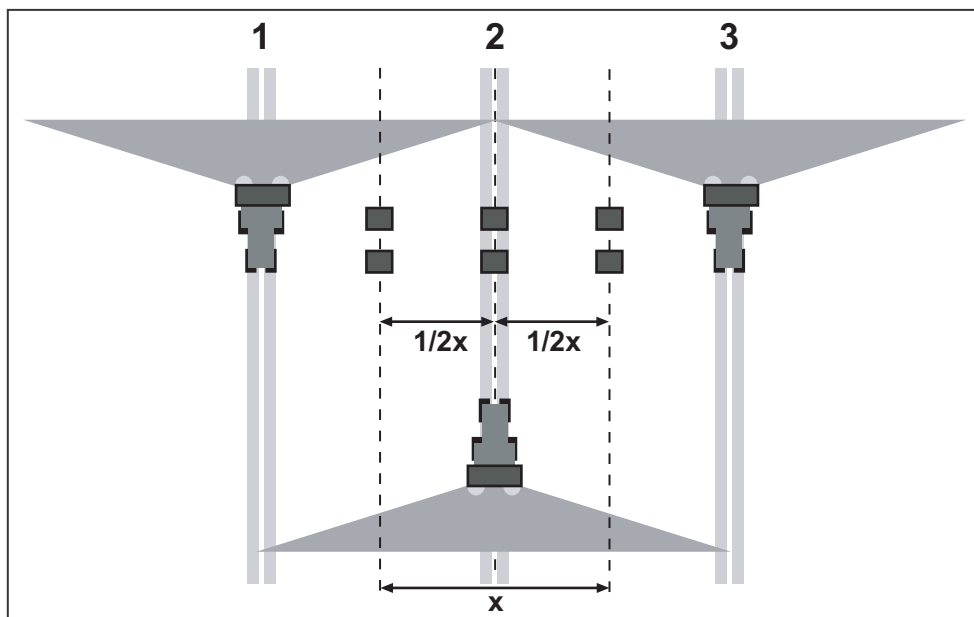

Figura 7.19: Disposizione per tre traversate
- Posizionare due vaschette di raccolta alla distanza di **1 m** in ciascuna zona di sovrapposizione e nella traccia centrale (cfr. Figura 7.19).